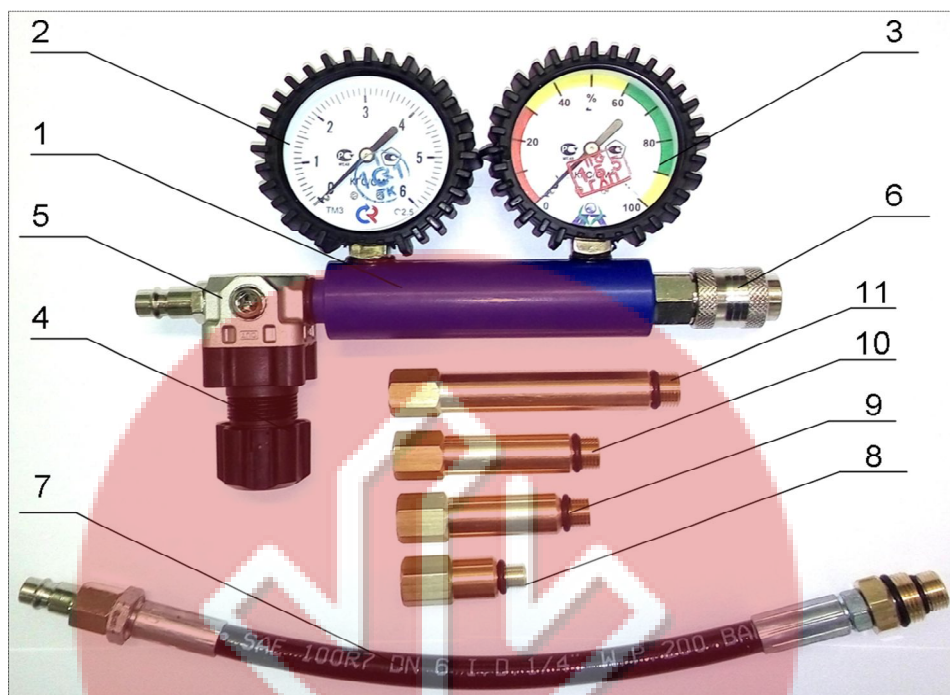

Рис. 1. Пневмотестер «Ait-Test»
- 6) Подключить шланг (рис.1, поз.7) пневмотестера к свечному отверстию проверяемого цилиндра, при необходимости используя адаптеры (поз. 8,9,10,11 пункт 3) из комплекта поставки.
ВНИМАНИЕ: Во избежание повреждения прибора, перед присоединением к источнику сжатого воздуха убедитесь, что ручка регулятора давления (рис.1, поз.4) повернута в направлении против часовой стрелки до упора (к символу «←» на регуляторе).
- 7) Подключить прибор к источнику сжатого воздуха с давлением 7,0 - 10 кгс/см² (bar) через штуцер (рис.1, поз.5).
8) Поворотом ручки регулятора давления (рис.1, поз.4) в направлении по часовой стрелке установить на манометре контроля выходного давления регулятора (рис.1, поз.2) значение **давления равное 4 кгс/см² (bar)**.
- 9) Подсоединить шланг измерительный (рис.1, поз.7) штуцером к быстросъемной муфте пневмотестера.
10) Выставить, если это необходимо, с помощью регулятора, **давление равное 4 кгс/см² (bar)** по манометру выходного давления (рис.1, поз.2).
- 11) По цветной шкале манометра контроля утечек (рис.1, поз.3) считать показания пневмотестера.
ВНИМАНИЕ: Перед отсоединением шланга измерительного, во избежание поломки прибора, необходимо уменьшить давление сжатого воздуха поворотом ручки регулятора давления (рис.1, поз.4) в направлении против часовой стрелки до упора (к символу «←» на регуляторе).
12). Отключить шланг (рис.1, поз.7) пневмотестера от свечного отверстия проверяемого цилиндра.
Даже при минимальном износе цилиндров, в силу наличия конструктивных зазоров, всегда имеется определенная утечка воздуха. Тем не менее на исправном двигателе, стрелка на манометре контроля утечек (рис.1, поз.3) должна находиться в зеленой зоне шкалы. Разница показаний по всем цилиндрам допустима в пределах 10-15%.
2. Установить с помощью регулятора давления (рис.1, поз.4) значение выходящего давления по манометру (рис.1, поз.2) равное 6 кгс/см² (bar). Показания манометра утечки (рис.1, поз.3) в этом случае не имеют значения.